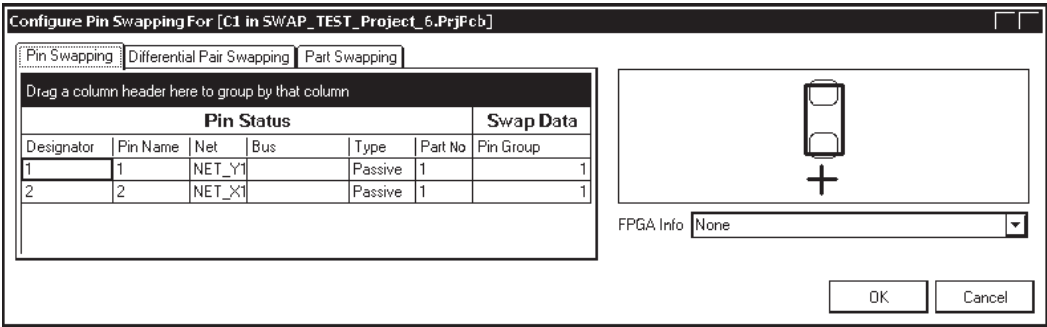

Рис. 7.4. Настройка конфигурации выводов конденсатора для перестановки связей
- Выбрать в списке конденсатор C1 и щелчком на кнопке **Configure Component** открыть окно настройки группы контактов, подлежащих переключению (рис. 7.4). На вкладке **Pin Swapping** установить в колонке **Pin Group** обозначение 1 для обоих контактов.